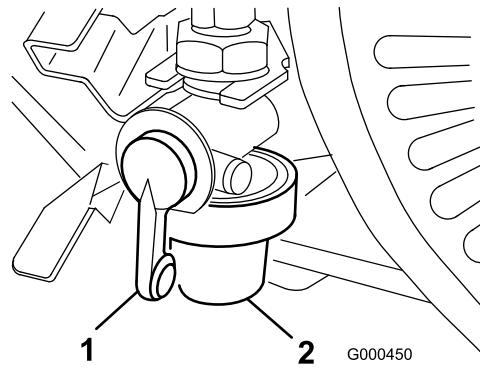

Figura 25
1. Feche a válvula de bloqueio do combustível e desaperte o depósito do corpo do filtro (Figura 25).